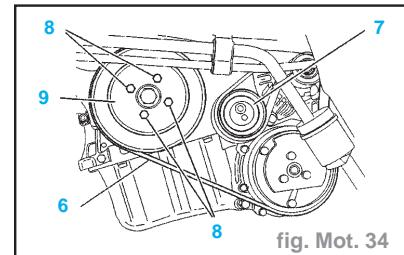

fig. Mot. 34
- les tuyaux de carburant (2)
- le tuyau de dégazage (3)
- le boîtier électrique (4)
- Desserrer la fixation du galet-tendeur (7) (fig. Mot. 34).